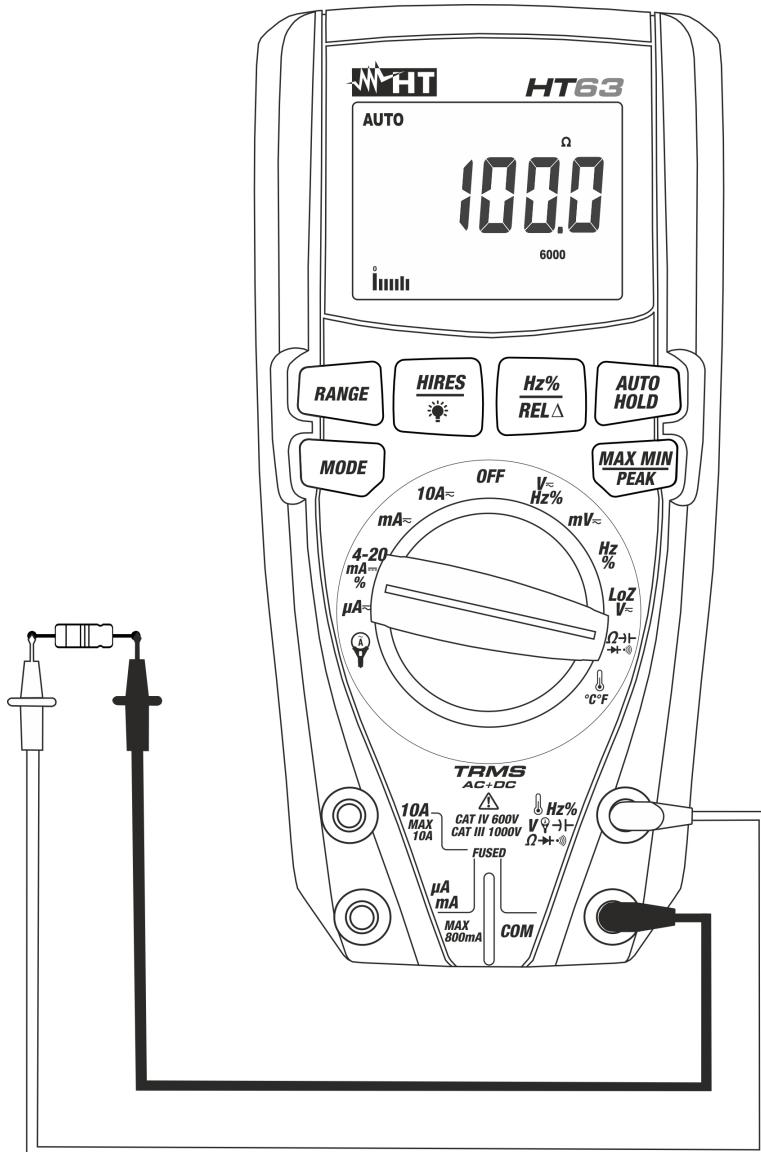

Fig. 6: Uso do instrumento para a medição de Resistências e Teste de Continuidade
3. Colocar as ponteiras nos pontos pretendidos do circuito em exame (ver Fig. 6). O valor da resistência é apresentado no display.